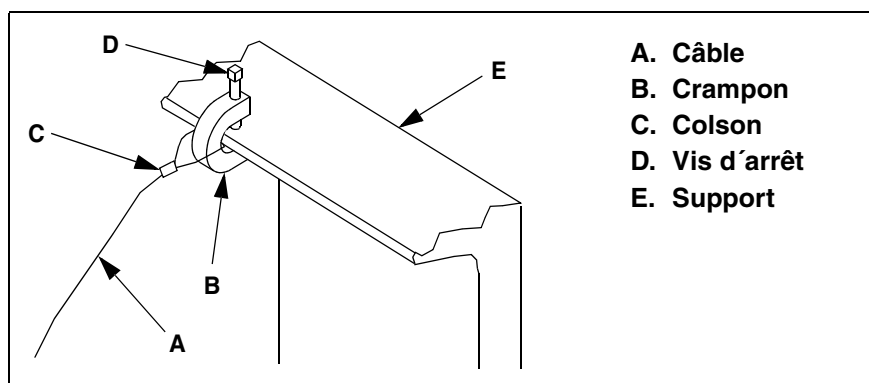

Figure 4: Montage du câble de sécurité
1. Attachez un bout du câble (A, fig. 4) au crampon (B) au moyen du serre-câble (C).